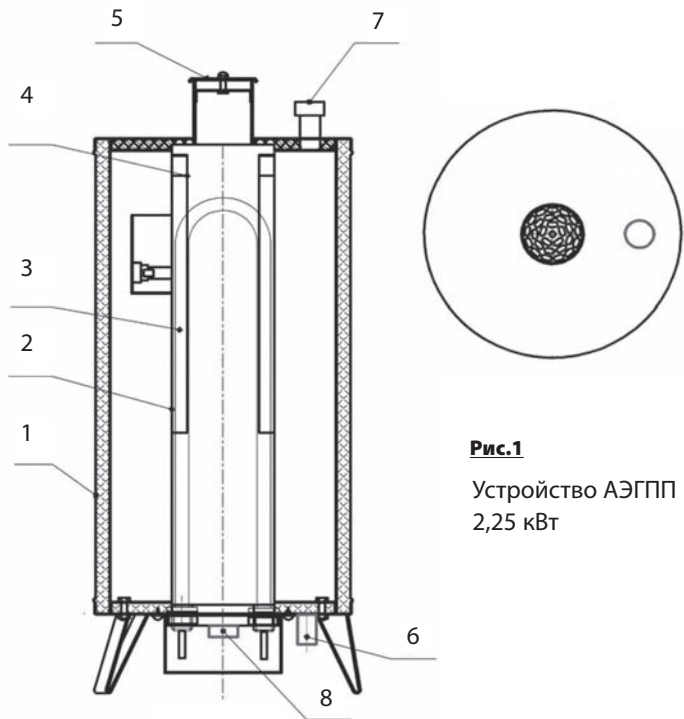

Рис.1
1.4.1 Устройство АЭГПП представлено на рис. 1,2. Через теплоизолированную емкость для воды (поз. 1 рис.1,2) проходит канал коробчатого сечения (поз. 2 рис.1,2), в котором установлены ТЭНы (поз. 3 рис.1,2). Нагрев воды до состояния кипения происходит за счет передачи тепла через стенки канала от ТЭНов к воде. Внутри канала имеются паропроводящие короба (поз.4 рис.1,2), по которым пар подается в нижнюю часть канала, где смешивается с воздухом, поступающим в канал снизу. За счет конвективных потоков паровоздушная смесь устремляется вверх, нагреваясь до температуры 300-330°C выбрасывается в помещение через форсунку (поз.5 рис.1,2). Заполнение емкости водой осуществляется через штуцер (поз. 6 рис.1,2) и электромагнитный клапан. В ручном режиме заполнение АЭГПП водой производится через заливной штуцер в верхней части корпуса (поз.7 рис.1,2). К электрической сети АЭГПП подключается через клеммную колодку (поз.8 рис.1,2).